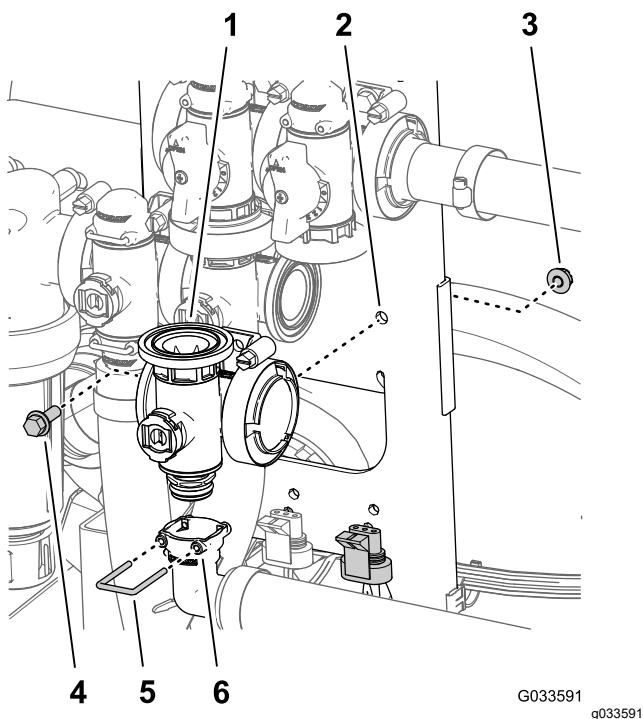

Figure 118
- Retirez l'étrier qui fixe le raccord de sortie à 90° à l'accouplement du collecteur de la vanne maîtresse (Figure 118).
- Retirez le boulon à embase ($\frac{1}{4}$ " x $\frac{3}{4}$ ") et le contre-écrou à embase ($\frac{1}{4}$ ") qui fixent la vanne maîtresse des rampes au support, puis déposez le collecteur de la machine (Figure 118).